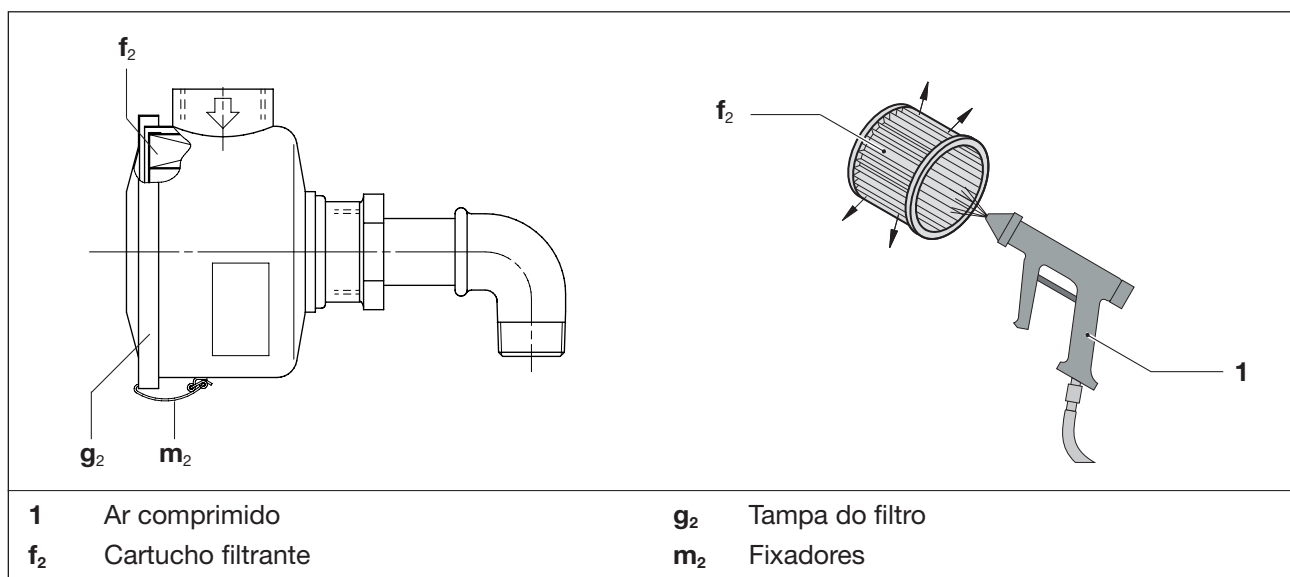

Fig. 8 Filtro de aspiração estanque ao vácuo
O cartucho filtrante (Fig. 8/f₂) do filtro de aspiração estanque ao vácuo (Fig. 2/S) deve ser limpo mensalmente ou, dependendo do nível de sujeira, mais regularmente através da injeção de ar de dentro para fora. Apesar da limpeza do filtro, a respetiva eficiência de separação irá continuar a deteriorar-se. Por isso, o filtro deve ser substituído a cada semestre.
- Soltar os fixadores (Fig. 8/m₂) da tampa do filtro (Fig. 8/g₂).
- Retirar o cartucho filtrante (Fig. 8/f₂) do filtro e limpar ou substituir.
- Montar novamente o cartucho filtrante no filtro e fixar a tampa (Fig. 8/g₂) com os fixadores.